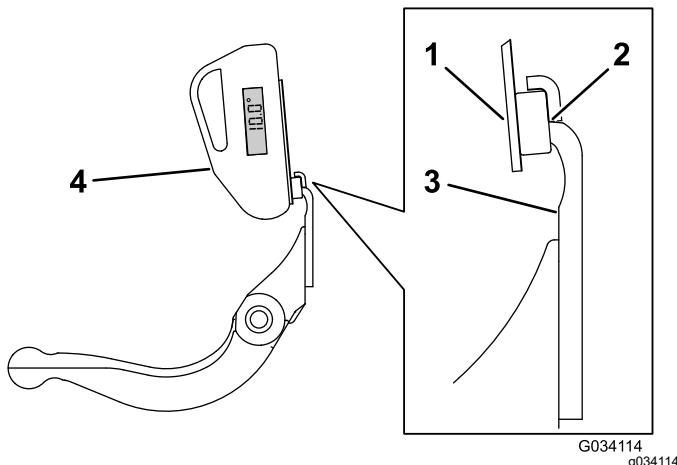

Figure 31
3. Placez le support de l'indicateur d'angle sur le bord de la contre-lame, de manière à adapter le bord de l'aimant au bord de la contre-lame (Figure 31).
| 4. Placez l'indicateur d'angle sur le support, comme montré à la Figure 31 . | |